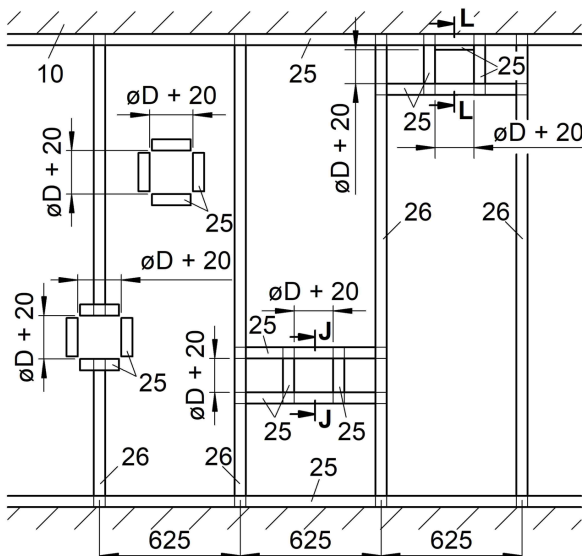

Abbildung 56: Metallständerwerk mit erforderlichen Auswechslungen für Trockeneinbau mit Anbaurahmen AR (F30/F60)
- Metallständerwerk und Wand gemäß den Angaben des Wandherstellers herstellen und Auswechslungen entsprechend der Abbildung 56 vorsehen.